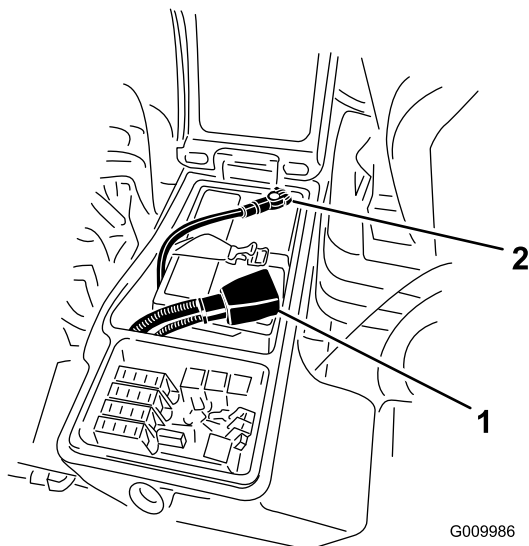

Bild 76
3. Klemmen Sie das Minuskabel (Schwarz) vom Minuspol (-) der Batterie und das Pluskabel (Rot) vom Pluspol (+) der Batterie ab (Bild 76).
6. Klemmen Sie das Pluskabel (Rot) am Pluspol (+) der Batterie und das Minuskabel (Schwarz) am Minuspol (-) der Batterie an (Bild 76).